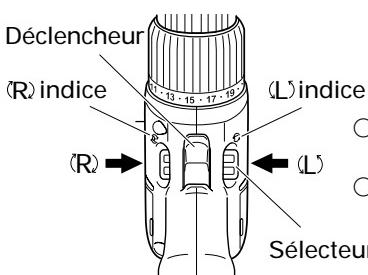

Fig. 6
La mèche tourne dans le sens horaire (vu de l'arrière) quand on appuie sur côté-R du sélecteur. En appuyant sura côté-L du sélecteur la mèche tourne dans le sens anti-horaire. (Voir Fig. 6). (Les repères (L) et (R) sont marqués sur le corps).